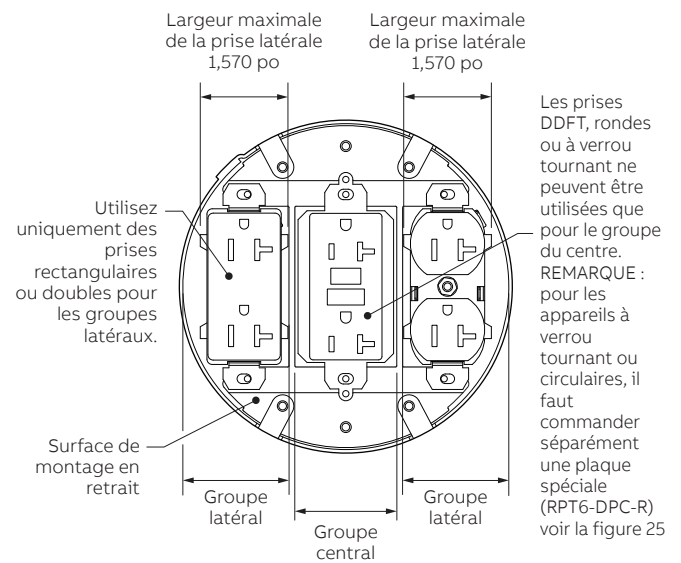

Figure 10
- 5.2.5 Placez les plaques appropriées sur les appareils et les fixer à l'aide des vis fournies avec chacun d'eux. Si une prise double est utilisée, placez une plaque adaptatrice pour prise double sur l'appareil avant de fixer la plaque. Les vis doivent traverser les trous de la plaque, ceux de l'appareil et visser dans la surface de montage. (Voir figures 10 et 13).